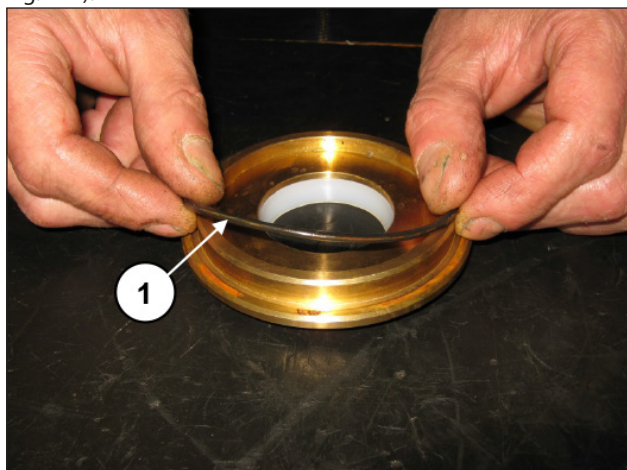

Fig. 122
Colocar la junta tórica en el soporte del retén (pos. ①, Fig. 122).